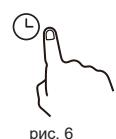

рис. 6
- Нажмите кнопку таймера (рис. 6), а затем с помощью кнопок краям слайдера установите время обратного отсчета.